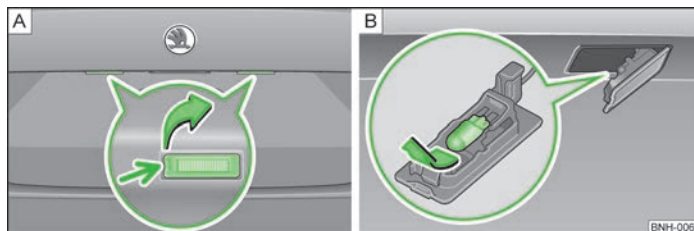

Fig. 132 Demontarea lămpii pentru numărul de înmatriculare / Înlocuirea becului
- Așezați o șurubelniță dreaptă în locul marcat cu săgeată » fig. 132 - , apăsați ușor și deblocați arcul.
- Scoateți becul defect din suport, trăgând în sensul săgeții » fig. 132 - .